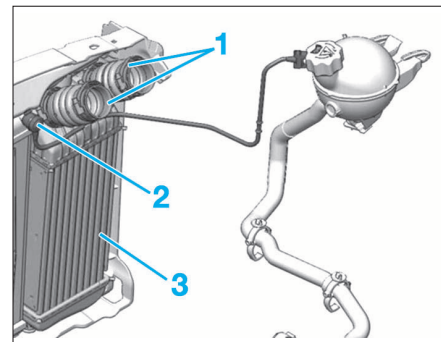
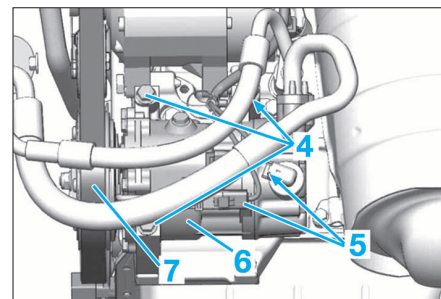
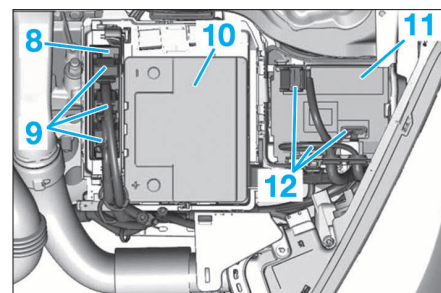

FIG. 91
FIG. 92
FIG. 93
- Désaccoupler le tube de dégazage moteur (2) (Fig.91).
- les raccords d'entrée d'air d'admission (1).
- le refroidisseur d'air suralimenté (3).
- Déposer la courroie d'accessoires (7) (Fig. 92).
- Débrancher les connecteurs (5).
- Déposer les vis (4).
- Écarter le compresseur de climatisation (6), sans ouvrir le circuit de climatisation.
- Déposer la batterie (10) et son bac.(Fig.93).
- Débrancher les connecteurs du calculateur (9), puis les connecteurs (12).
- Déposer le calculateur (8) (Fig.93), et écarter le BSI.